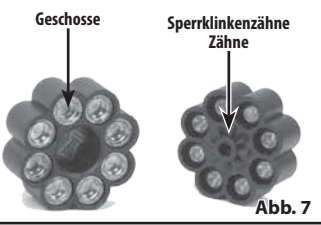

Abb. 7
- Entfernen Sie das Magazin und platzieren Sie ein Geschoss mit Kaliber .177 (4,5 mm) mit dem Kopf voran in jedes Patronenlager (Abb. 7).